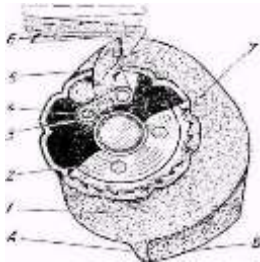

Рис. 4. Муфта включения:
- установить сектор включения обматывающего аппарата таким образом, чтобы он попал на конец защелки 6 (рис.4) и освободил собачку 5. - зафиксировать это положение, затянув гайку крепления сектора включения.